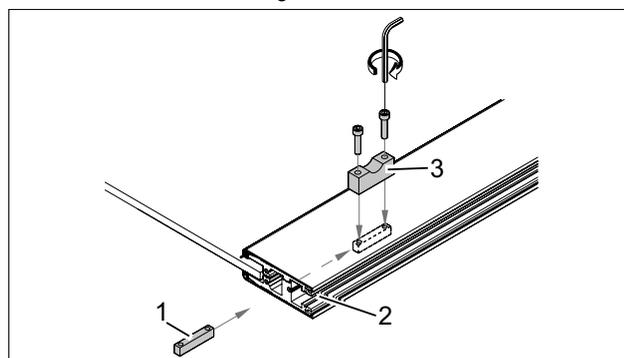

Abb. 12 Adapter verschrauben
1. Futterstück (Abb. 12/1) in die Türschiene (Abb. 12/2) schieben und auf Gewindebohrungen ausrichten.
2. Adapter (Abb. 12/3) mit der Türschiene (Abb. 12/2) und mit dem Futterstück verschrauben.